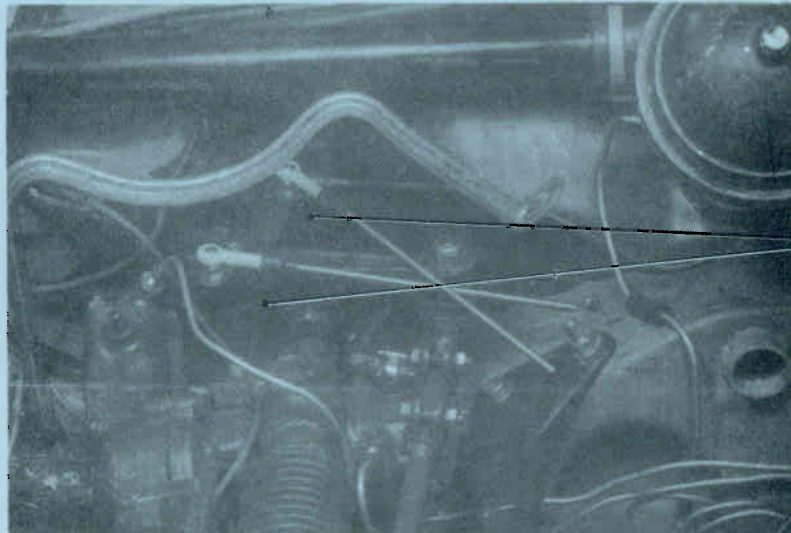

Fig. 4
- 1) Controleer of er geen vervorming is opgetreden van de steunen voor de stangetjes van de zenders (zie afb. 4). Buig ze recht of vervang ze zonodig.